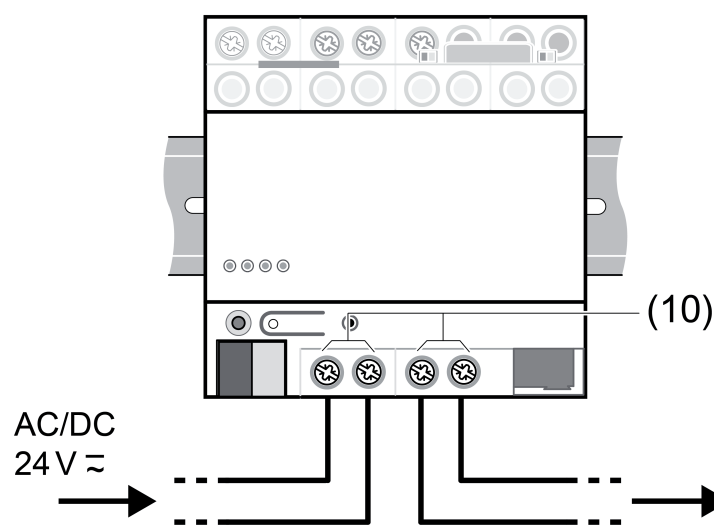

Bild 7: Spannungsversorgung durchschleifen
Die beiden Klemmenpaare (10) können zum Durchschleifen der externen Spannungsversorgung genutzt werden (Bild 7).